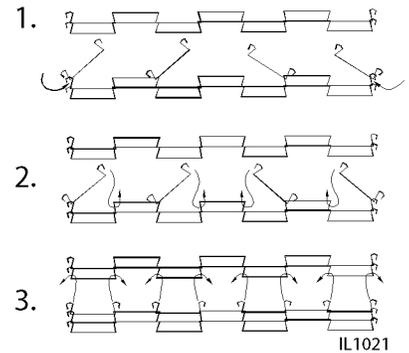

Figura 1: Extracción e instalación de los eslabones principales.
3. Por acumulación severa, ubica los eslabones centrales en la cinta transportadora. Siga paso 1 en la figura 1 para remover todos los eslabones principales. Modelos 314 tienen 3 eslabones principales y modelos 318 tienen 4 eslabones principales.
11. Reinstala los eslabones principales anteriormente quitados como se muestra en pasos 2 & 3 de la figura 1.